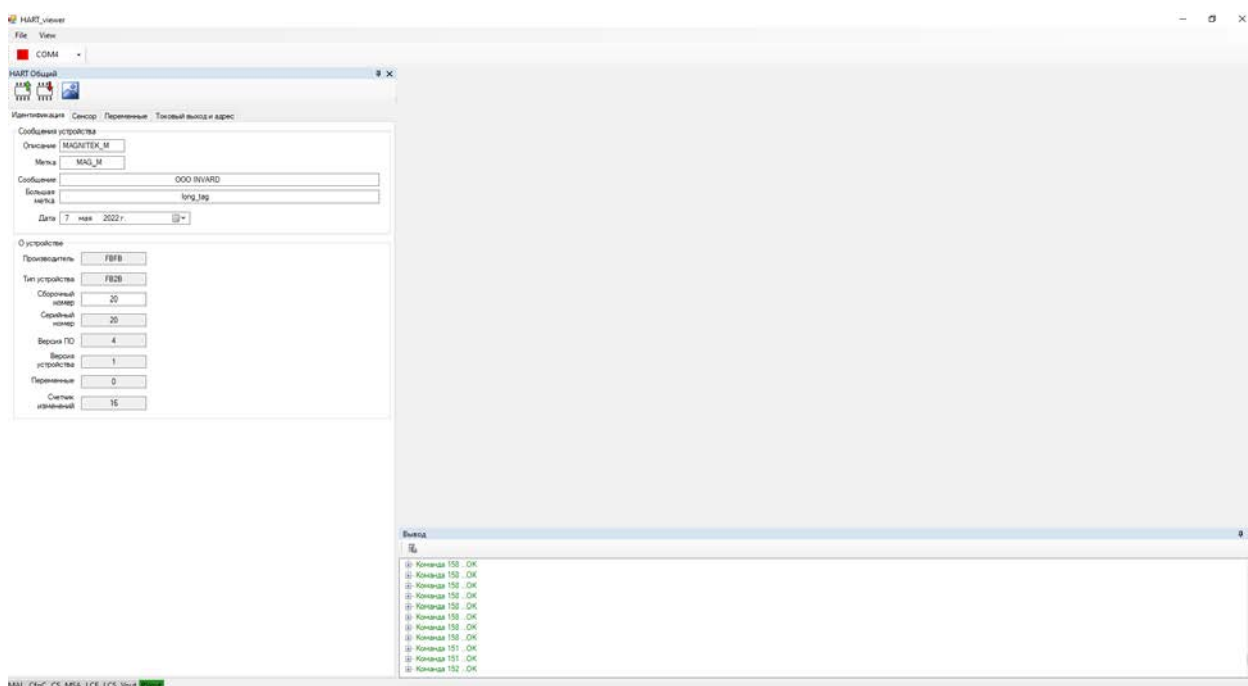

Рисунок 14 – Окно программы Hart Viewer
1.7.2.4 Запустите на ПК программу Hart Viewer (см.рис.14), подайте питание на прибор.